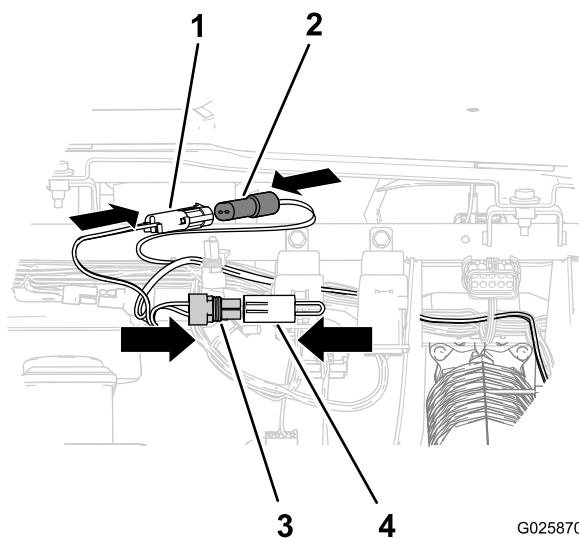

Figura 14
C. Collegate il connettore a 2 pin del cablaggio preassemblato del ruttore al connettore di derivazione (Figura 14).
D. Collegate il connettore a 2 prese del cablaggio preassemblato del ruttore per la diramazione di derivazione al connettore a 2 pin del cablaggio della macchina che avete rimosso dal timer di ritardo al passaggio B (Figura 14).